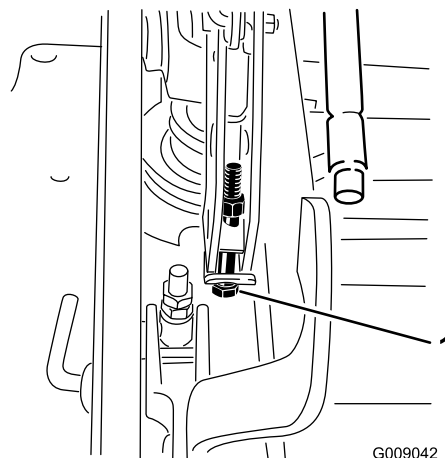

Figura 87
13. Si la plataforma está demasiado baja, apriete el perno del ajuste de un solo punto girándolo en el sentido de las agujas del reloj. Si la plataforma está demasiado alta, afloje el perno del ajuste de un solo punto girándolo en el sentido contrario a las agujas del reloj (Figura 87).